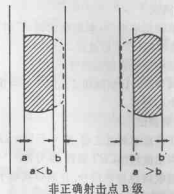
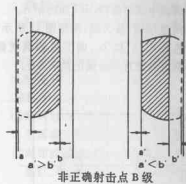
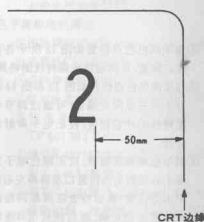

图21
图22
图23
但如图21和图22所示的非正确射击点的情况,只要改变色彩纯度调节磁铁的位置,两电子束重合的现象便容易发生;
- ②如果出现图21和图22所示的情况,电子束的半圆形化便可能成为问题,就有可能出现拱顶问题,因此一定要保证有精确的着色点的调整。
- 步骤: ①将电视机频道设定于2;
- ②用遥控器呼出频道文字表示,让其(大尺寸)表示于屏幕右上角处;
- ③调节R1017,使所表示的文字移至离CRT边缘50mm处,如图23所示。